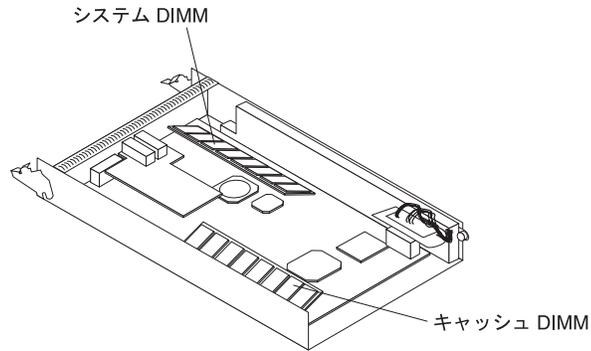

図 51. キャッシュおよびシステム DIMM の位置
- a. DIMM コネクターの両端の保持クリップを開位置にします。83 ページの図 51 はキャッシュおよびシステム DIMM を示しています。